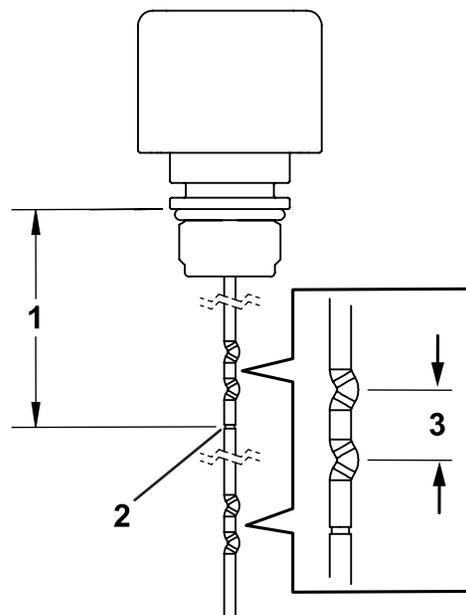

Figura 11
- Corte a vareta na linha de corte marcada mostrada aqui (Figura 11). Certifique-se de que a extremidade cortada fica suave; rebarbe a extremidade, se necessário.
Encha o depósito do detetor de fugas com óleo hidráulico até que o nível esteja a meio das marcas de enchimento na vareta; consulte Figura 11.